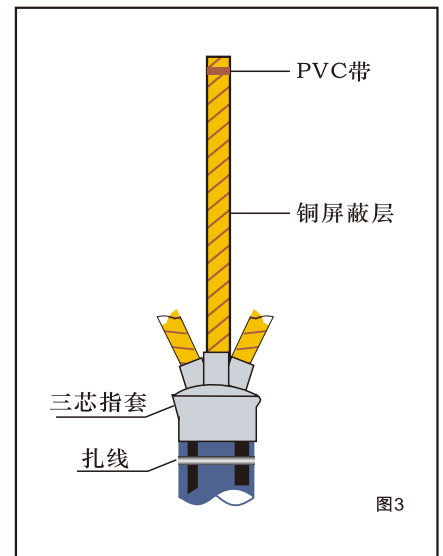

图3
1.3 (图3)安装冷缩三指套:将冷缩三指套装入电缆的三叉根部,对其大端口下的外护套表面清洁后包贴一层填充胶,并夹包住地线,以防水汽沿接地线空隙渗入?逆时针将塑料支撑条抽出,先收缩颈部,使三指套收缩并包住填充胶?然后按同样方法分别收缩三芯,用PVC胶带对其大端口进行包封?